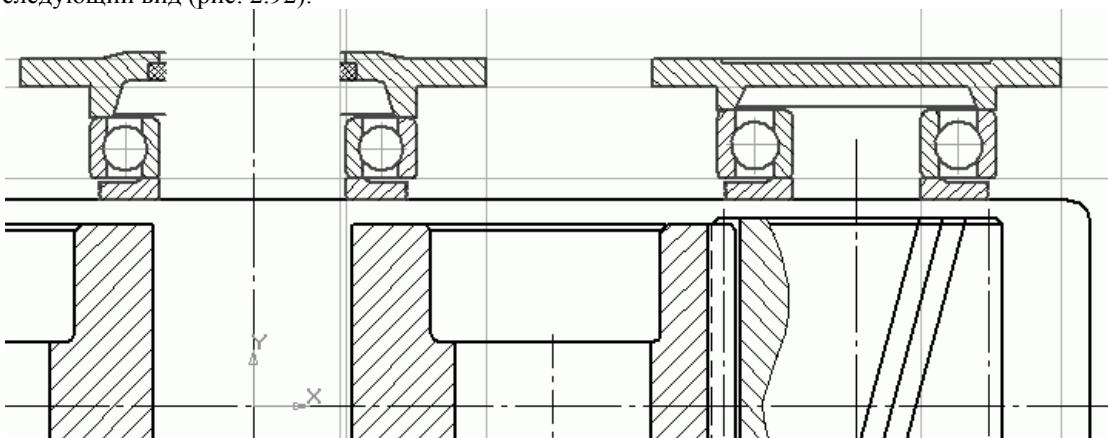

Рис. 2.92. Подшипниковые узлы ведомого и ведущего валов
5. На быстроходном валу с этой же стороны редуктора будет установлена глухая крышка. Полагаю, создание ее изображения не вызовет особого труда. Как уже говорилось выше, размеры для крышек подшипников ведущего вала: внешний диаметр крышки – 175 мм (то есть смешать вспомогательную линию относительно оси нужно на 87,5 мм), толщина фланцев – 12 мм. После всего проделанного чертеж должен принять следующий вид (рис. 2.92).